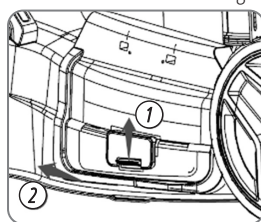

Fig. 3
Soulevez le verrou de la sortie latérale. Relevez le couvercle de la sortie latérale (Fig. 3) et accrochez la goulotte d'éjection latérale sur l'axe. Abaissez le couvercle et appuyez fermement sur la goulotte d'éjection latérale pour la fixer (Fig. 4).
3. Fixez le câble au guidon à l'aide d'un serre-câble (Fig. 3).